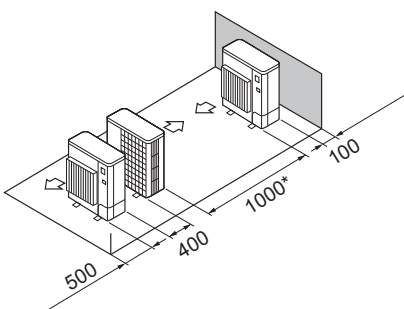

Fig. 2-17
- (5) Disposição de uma unidade em paralelo (Fig. 2-17)